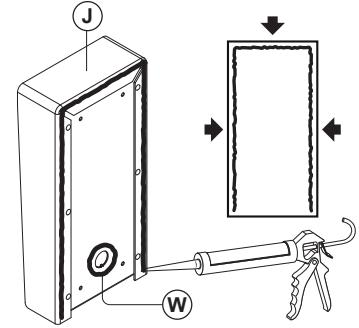

Fig. 12
**⚠ Pour prévenir les infiltrations d'eau, si la surface du mur n'est pas parfaitement plane, il est vivement conseillé de mettre du silicone sur le côté droit, gauche et supérieur à l'arrière du boîtier de protection (J) (**Fig. 12**) et autour des trous préformés (W) (**Fig. 12**).**